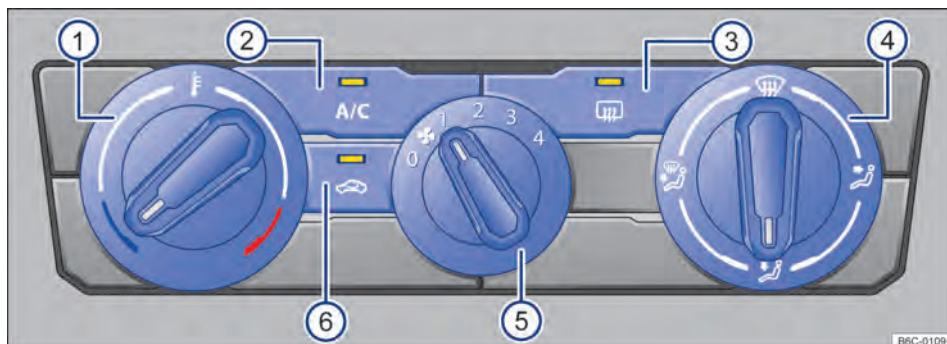

Fig. 85 Comandos do ar-condicionado.
- *Ar-condicionado*: girar o regulador do ventilador para o nível 0 → Fig. 85 (5).
- *Ar-condicionado*: pressionar o botão  → Fig. 85 (2) para ligar e desligar o funcionamento da refrigeração.
- *Ar-condicionado*: girar o regulador rotativo esquerdo → Fig. 85 (1).
- *Ar-condicionado*: girar o regulador do ventilador → Fig. 85 ⑤.
- *Ar-condicionado*: pressionar o botão  → Fig. 85 ⑥.
- *Ar-condicionado*: girar o regulador da direita → Fig. 85 ④ para posição desejada.
- *Ar-condicionado*: girar o regulador direito para a posição  → Fig. 85 ④.
- *Ar-condicionado*: pressionar o botão  → Fig. 85 ③.